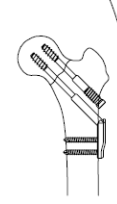

図 2-3-5
- 5) インプラントの状態を正面像及び軸射/側面像で確認し、縫合して手術を終了します。(図 2-3-5)